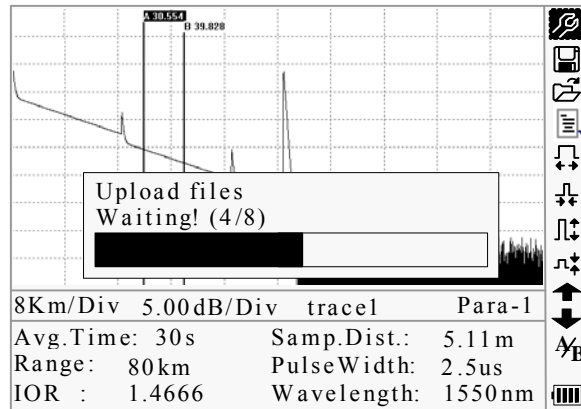

Figura 4-7. caricamento tracce salvate
- Accendere palmOTDR, e caricare I dati con il software. L'intero processo è come riportato nelle Figura 4-7.